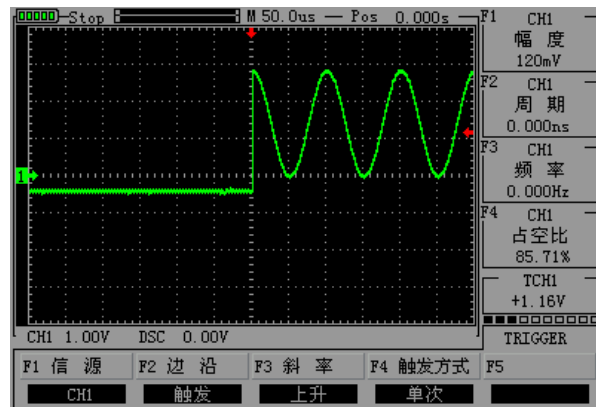

图 4-4 捕捉单次信号
- ① 按“CH1”→按“F3”键，设置耦合为“直流”。
- ② 按下“TRIG”按键，显示边沿触发菜单设置。
- ③ 在此菜单下，按“F1”键设置边沿类型为“斜率下降”、按“F2”键设置信源为“CH1”、按“F3”键设置触发方式为“单次”。
- ④ 按“RUN”按键，显示屏左上角显示“Ready”，等待符合触发条件的信号出现。如果某一信号达到设定的触发条件，即采样一次，显示在屏幕上。利用此功能可以轻易的捕捉到偶然发生的事件，例如突发性的低电平：将边沿触发设置为下降沿触发，按“RUN”按钮开始等待，当有低电平发生时，机器会自动触发并把触发前后的一段时间的波形记录下来。通过“HORI”可以改变触发位置的水平位置，从而得到不同长度的负延迟触发，便于观察高电平发生前后的波形。如图 4-4